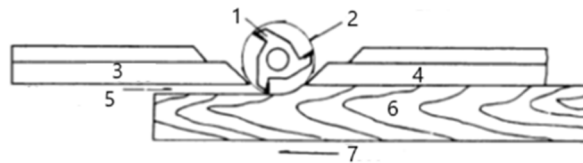

Figura 2
2. Când operația de modelare îndepărtează întreaga margine a lucrării (adică îmbinarea sau realizarea unui cordon complet), marginea modelată nu va fi susținută de gardul din spate atunci când ambele garduri sunt aliniat așa cum se arată în figura 2. În acest caz, piesa de prelucrat trebuie să fie avansată în poziția prezentată în figura 2 și oprită.